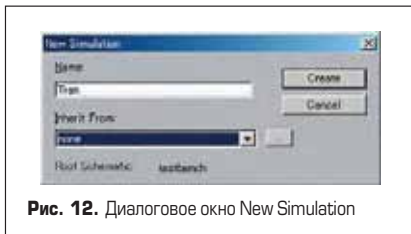

Рис. 12. Диалоговое окно New Simulation
11. Для установки анализа в меню **PSpice** выберем **New Simulation Profile**. В открывшемся диалоговом окне **New Simulation** (рис. 12) в текстовом поле **Name** напечатать **Tran**, выберем **none** в выпадающем списке **Inherit From** и нажмем кнопку **Create**.